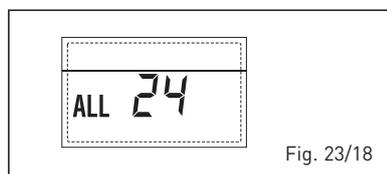

Fig. 23/18
- **ANOMALIE SONDE BOUILLLOIRE SOLAIRE (S2) "ALL 25"** (fig. 23/19)